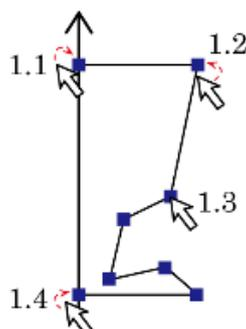

Fig.1 作成したいモデル形状の描き方
- 1 スクリーン上をクリックすることにより、作成したいモデル形状を描く [Fig.1]